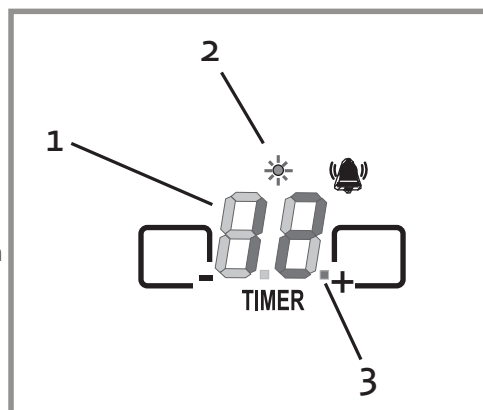
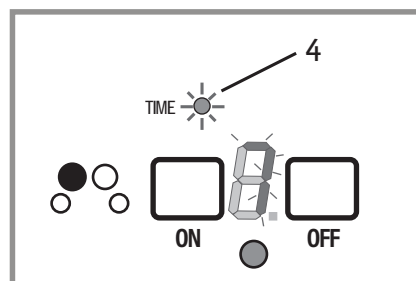

Figure 11.
Figure 12.
Pour vérifier la valeur de la minuterie indépendante qui n'est pas affichée avec la priorité la plus élevée, appuyez sur + ou - lorsque aucune zone n'est sélectionnée. Le voyant de la minuterie (Figure 11 réf. 2) clignote et la valeur affichée passe à la minuterie indépendante.
- Si plusieurs minuteries sont définies, l'affichage indique la valeur la plus basse, celle qui expirera en premier. La DEL de la minuterie (Figure 12 réf. 4) associée à la zone à laquelle la valeur affichée fait référence clignote. Si la valeur affichée fait référence à la minuterie indépendante, le voyant de la minuterie (Figure 11 réf. 2) clignote.